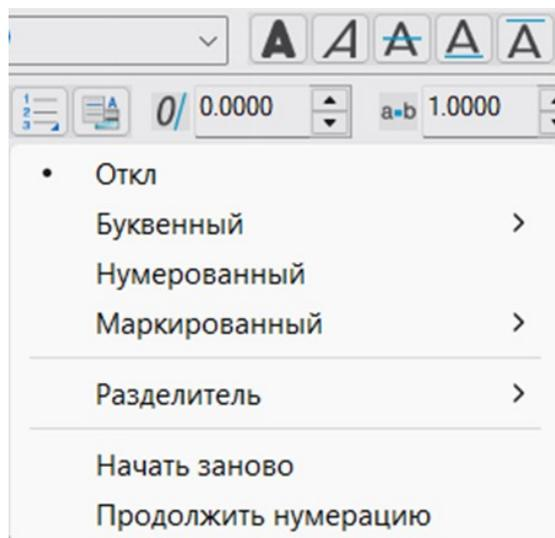

Рис. 4.9
- кнопка “Нумерация” - вызывает меню выбора вида нумерации текста (рис. 4.9).